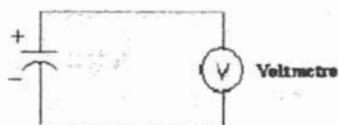

Figura 2.8
- Desconecte el capacitor, teniendo cuidado de no tocar sus terminales y conéctelo a las terminales del voltmetro según se muestra en la figura. 2.8